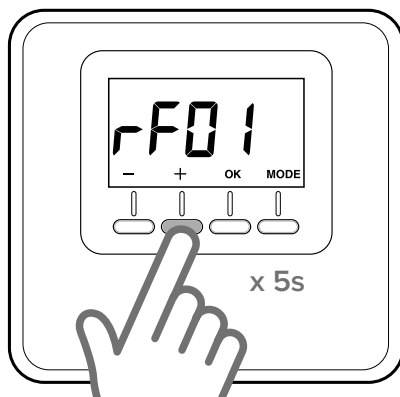

Fig. 18
- Premere nuovamente il tasto “+” per 5 secondi per accedere ai parametri tecnici, Il display mostra il parametro “rF01” (fig. 18)